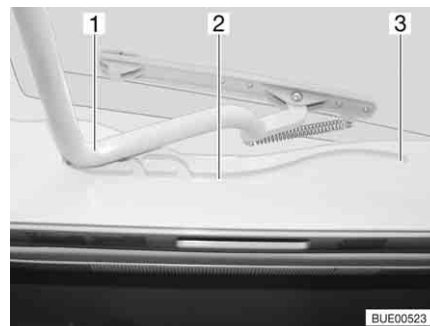

Fig. 85 Clarabóia Heki, guia
- Puxe o arco (Fig. 85,1) nos guias (Fig. 85,2) até à posição mais posterior (Fig. 85,3).
- Empurre ligeiramente para cima o arco (Fig. 85,1) usando ambas as mãos.
- Puxe o arco nos guias (Fig. 85,2) até à posição pretendida.